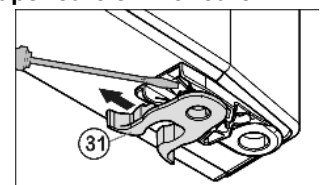

Fig. 10
- ▶ Permuter la pince élastique Fig. 10 (31) : appuyer sur l'ergot puis retirer la pince élastique.